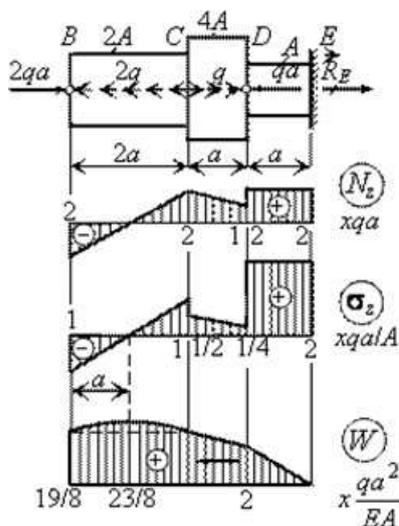

Рис.2
2. Построить эпюры продольной силы N_z и напряжения σ_z для ступенчатого бруса. (рис.2.)